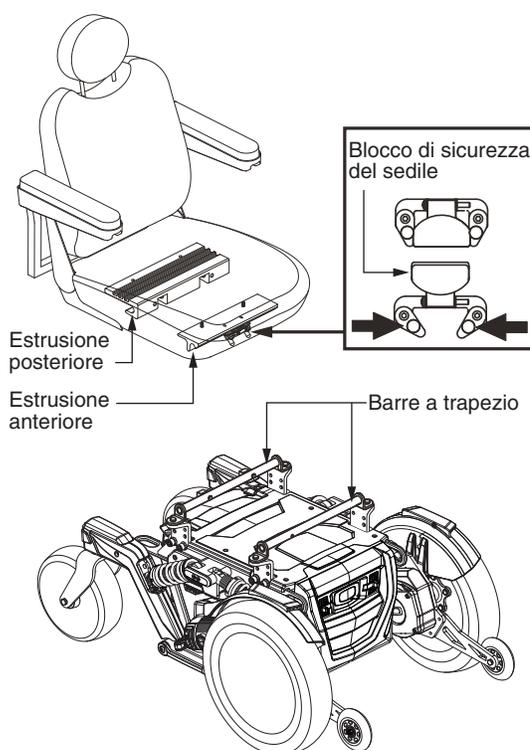

Figura 5. Sistema di montaggio universale e sedile sagomato
Prima dell'uso iniziale o dopo il trasporto della Carrozzina, può essere necessario installare il sedile. I sedili sagomati sono uniti alla base della carrozzina elettronica mediante il sistema di montaggio universale (UMS). L'UMS consiste di parti universali che possono essere agganciate a qualsiasi sedile, a prescindere dalla larghezza o dalla profondità dello stesso. I due componenti principali sono estrusioni di alluminio montate sulla base del sedile. Queste estrusioni sono unite ad una coppia di barre a trapezio montate sulla base elettronica. Vedere figura 5.
1. Inclinare il sedile all'indietro e posizionare l'estrusione posteriore sulla barra a trapezio posteriore. Vedere figura 5.
4. Sollevare il blocco di sicurezza del sedile. Vedere figura 5.